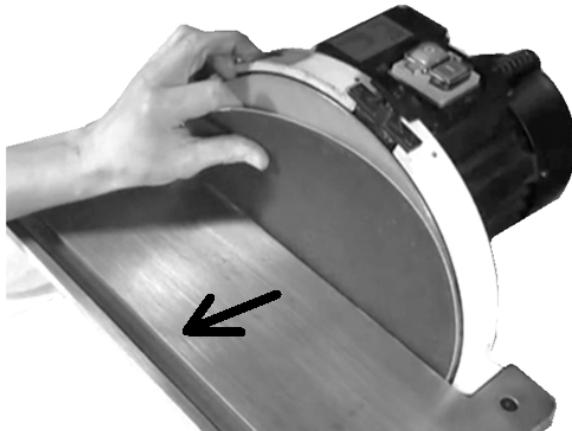

Fig 9
Desserrez les quatre vis (1 ~ 4) et retirez la table (F) pour un accès adéquat (Fig 9).
Le nouveau papier abrasif doit être posé sur le disque très propre (Fig 9).